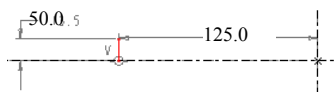

图 8.4.10 截面草图
(4) 定义扫描中的截面控制。在界面的截面控制下拉列表框中选择垂直于轨迹选项。
(5) 创建扫描特征的截面。
① 在操控板中单击按钮，进入草绘环境后，创建图 8.4.10 所示的特征截面——直线（直线段到原始轨迹直线的距离值将由关系式定义）。